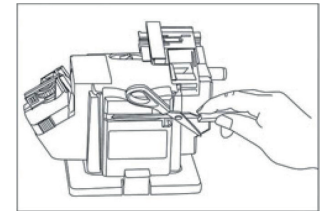

Рис. 5
1. Установите блок заточки ножей и ножниц (7) на силовой блок (8).
4. Перемещайте одно из лезвий ножниц вдоль щели заточки (17).
5. Потяните лезвие поперёк шлифовального круга от основания к кончику (*Рис. 5*).